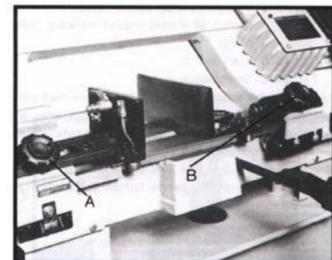

Fig. 8
2. Allentare la manopola (A. Fig. 8) e il bullone (B).